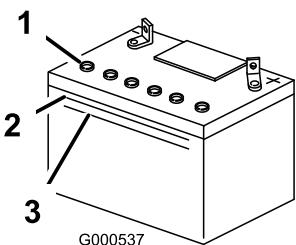

Figura 35
1. Mire hacia el lateral de la batería. El electrolito debe estar en la línea superior (Figura 35).
No permita que el electrolito esté por debajo de la línea inferior (Figura 35).
3. Retire los tapones de ventilación de la batería (Figura 35).
4. Vierta lentamente agua destilada en cada célula de la batería hasta que el nivel de electrolito llegue a la línea superior (Figura 35) de la caja de la batería.
6. Añada agua destilada, si es necesario, hasta que el nivel de electrolito llegue a la línea superior (Figura 35) de la caja de la batería.